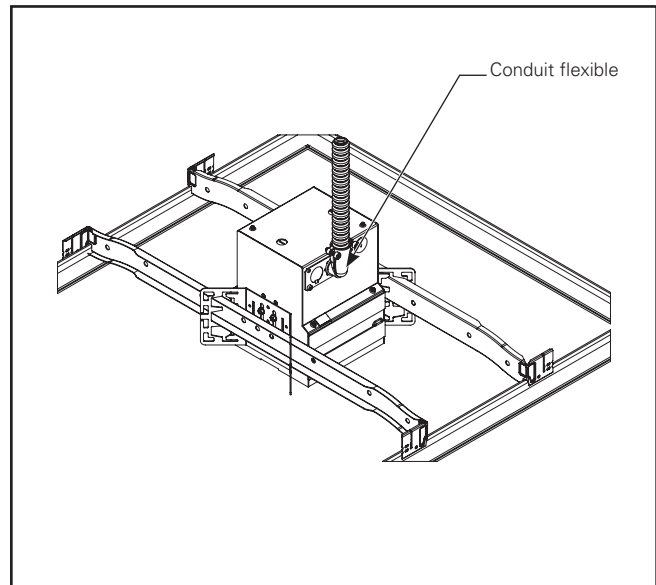

Figure 1.7.
- iv. Fixez la plaque d'accès au boîtier avec les vis no 8-32 en prenant soin de rentrer les fils à l'intérieur. Connectez le conduit flexible à la plaque d'accès. (Figure 1.7)